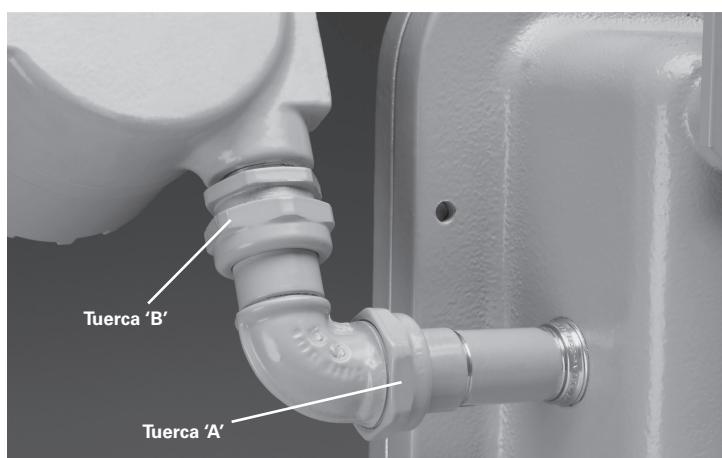

Figura 2. Luminaria EVLAM2
- Ajuste la(s) luz/luces de emergencia EVLAM2 hacia la dirección deseada de iluminación y bloquee la posición usando una llave de extremo abierto de 1-5/8" y gire a 58 lb-ft. Consulte la Figura 2.